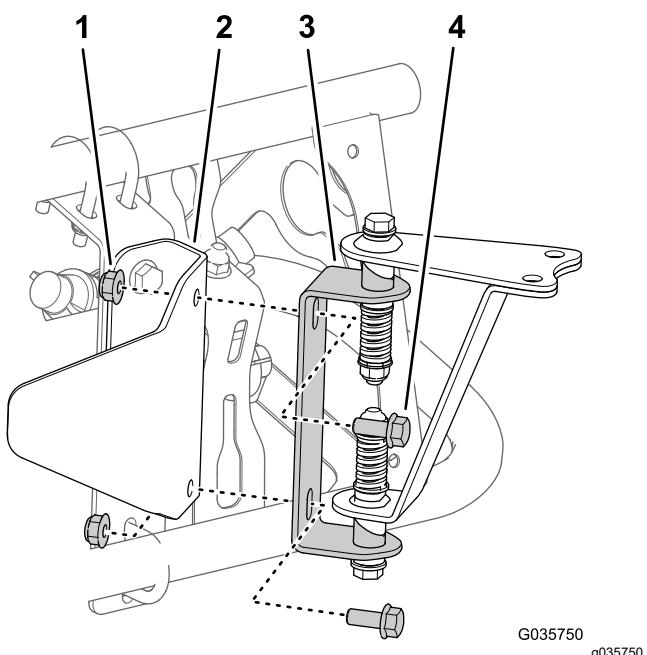
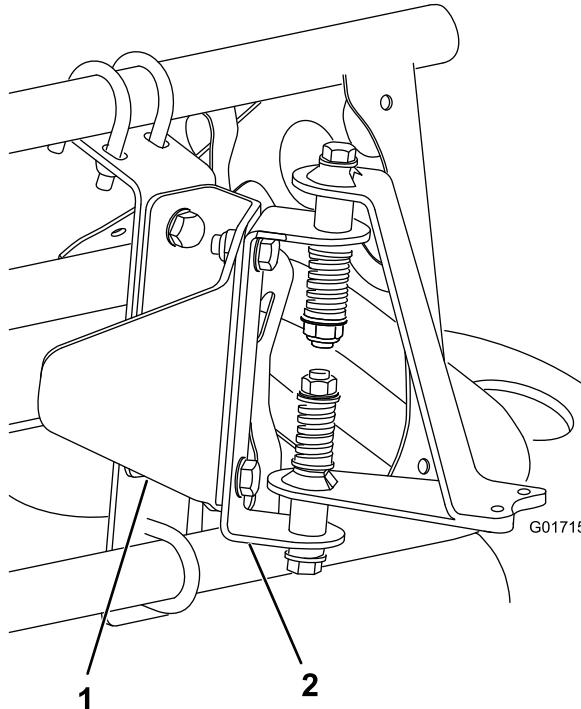

Figura 17
Figura 18
3. Montate sulla staffa di protezione sensore la bulloneria di montaggio del sensore costituita da 2 bulloni (5/16" x 3/4") e 2 dadi di bloccaggio (5/16") come mostrato in Figura 17 (per la barra scoperta) o Figura 18 (per la barra coperta).